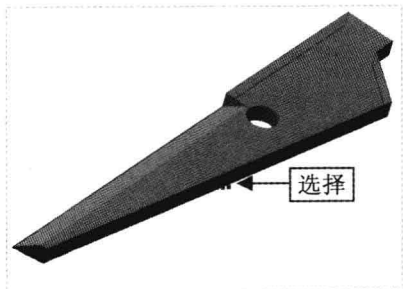

图 15-56 选择拔模面
Step 07 在“功能区”选项板的“模型”选项卡中，单击“工程”面板中的“拔模”按钮，弹出“拔模”选项卡，按住【Ctrl】键的同时，在绘图区选择模型的侧面作为拔模曲面，如图 15-56 所示。